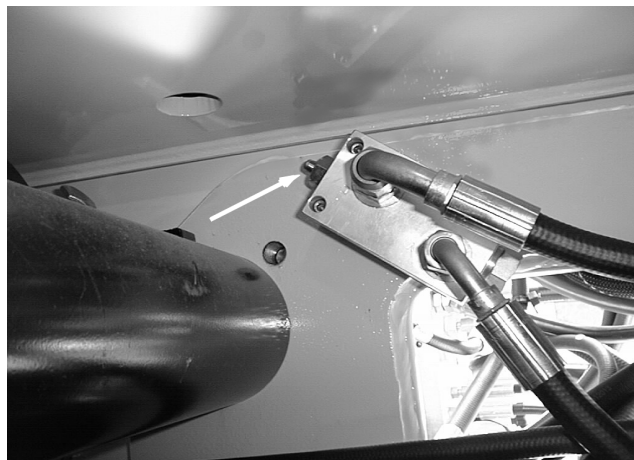

Рис. 2-5. Вертикальный концевой выключатель нижней стрелы
- а. Разместите машину на ровной поверхности с нижней стрелой в транспортном положении. Определите вертикальный концевой выключатель нижней стрелы, расположенный рядом с цилиндром подъема нижней стрелы в нижней (задней) части основной секции нижней стрелы. Откройте левый капот и выполните визуальную проверку, чтобы удостовериться, что плунжер на вертикальном концевом выключателе нижней стрелы полностью выдвинут. На Рис. 2-5. плунжер показан в полностью выдвинутом положении.